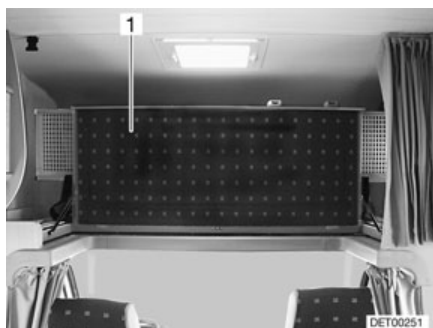

Fig. 97 Lit de capucine, rabattu vers le haut
■ Rabattre vers le haut le lit de capucine (Fig. 97,1). Le lit de capucine est maintenu en position verticale par des ressorts à pression de gaz.